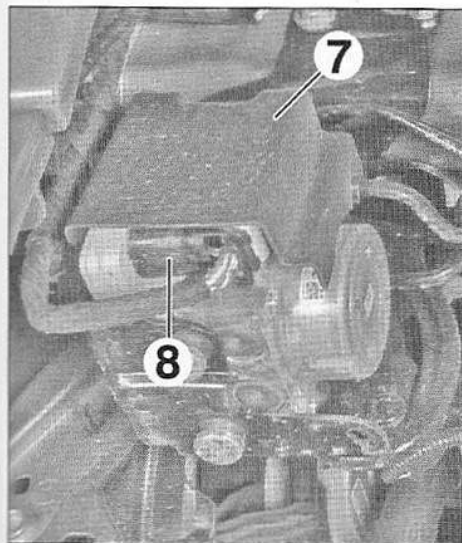

FIG.57
- Déposer la protection (7) (Fig.57).
- Débrancher le connecteur (8).